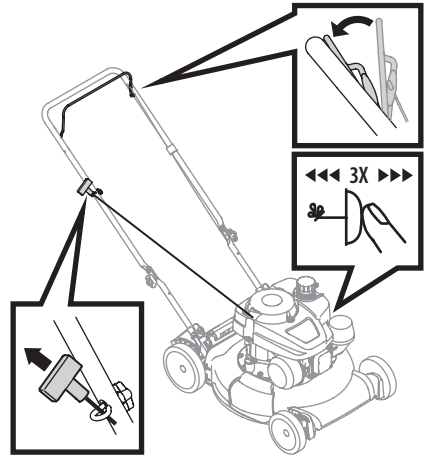

Figura 7
1. Presione el cebador 3 veces. Espere aproximadamente dos segundos entre cada presión (Figura 7). En temperaturas inferiores a 50°F, cebe 5 veces. Una vez que el motor se calienta, podría necesitarse un solo cebado para todas las temperaturas.
3. Tire de la manija del arrancador de retroceso ligeramente hasta sentir resistencia, luego tire rápidamente para vencer la compresión y evitar el rebote, y encienda el motor (Figura 7). Repita la operación si fuera necesario.